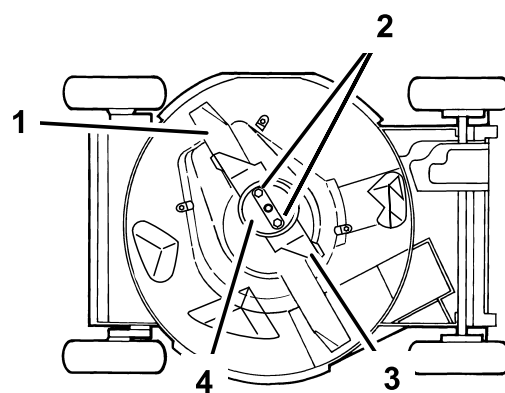

Figure 34
4. Basculez la tondeuse sur le côté **droit** (Figure 34).
Tenez la lame à son extrémité avec un chiffon ou un gant épais. Enlevez les écrous de la lame, la coupelle de protection, l'accélérateur et la lame (Figure 34).
5. Enlevez les 2 écrous de la lame, la coupelle de protection, l'accélérateur et la lame (Figure 34).